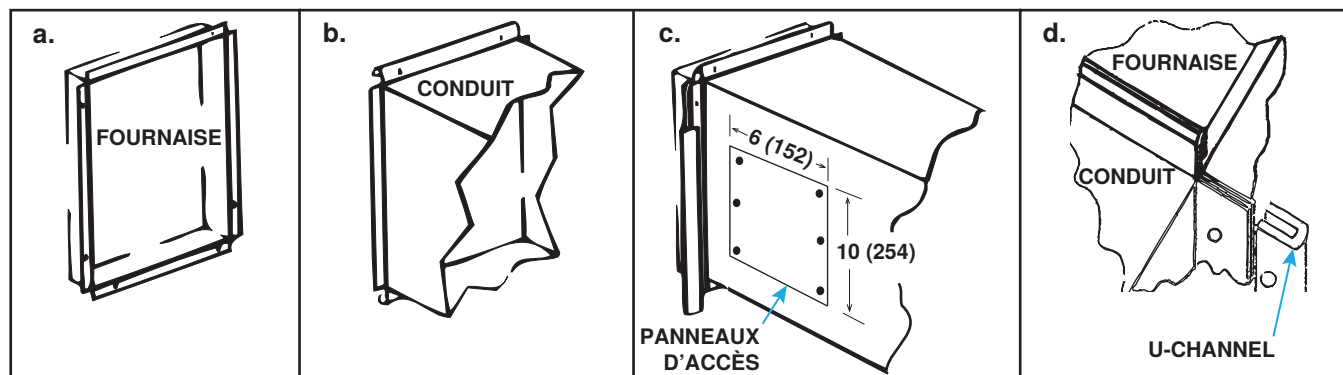

Figure 6. Raccordement des conduits à la fournaise
- **Raccordement horizontal du conduit d'alimentation en air au la fournaise** : Branchez le conduit au la fournaise conformément aux étapes suivantes illustrées à la **Figure 6** :
- **Panneaux d'accès** : Les conduits doivent être dotés de panneaux d'accès (voir **Figure 6**) du côté en amont et du côté en aval de l'appareil de chauffage. Les ouvertures doivent être accessibles lorsque l'appareil de chauffage est en marche et doivent avoir au moins 6 × 10 pouces (152 × 254 mm) pour permettre à la fumée ou à la lumière réfléchie d'être observée en cas de fuite de l'échangeur d'air. Attachez les panneaux de manière à éviter les pertes de chaleur.